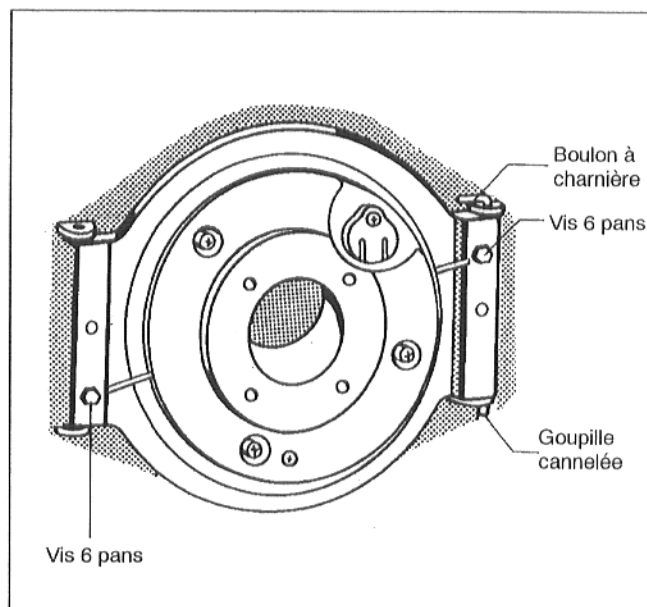

Fig. 5
- Ouvrir la porte et dévisser le boulon à charnière (Fig. 5).
- Déplacer la goupille cannelée du bas de la porte du brûleur de droite à gauche (Fig. 5).
- Fermer la porte brûleur et la visser à l'aide de vis 6 pans - couple de serrage de 10 à 15 Nm maximum (Fig. 5).